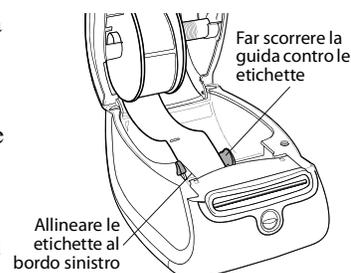

Figura 4
- Le etichette devono essere caricate con il lato sinistro contro il bordo sinistro della fessura di caricamento. Vedere la Figura 4.
- 7 Allineare il lato sinistro dell'etichetta al bordo sinistro della fessura di caricamento e inserire l'etichetta nella fessura. Vedere la Figura 4.
8 Far scorrere la guida verso sinistra fino ad allinearla al lato destro dell'etichetta. Vedere la Figura 4.